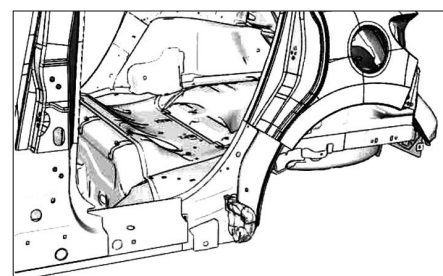

FIG. 32
- Avant de poser le nouveau bas de caisse, appliquer un cordon de colle structurale (Fig.32).